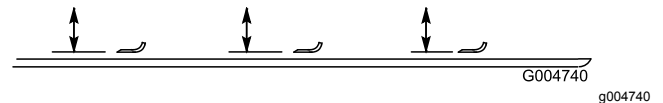

Figura 109
2. Gire la cuchilla hasta que los extremos estén orientados hacia adelante y hacia atrás (Figura 109). Mida desde el interior de la unidad de corte al filo de corte en la parte delantera de la cuchilla. Anote esta dimensión.